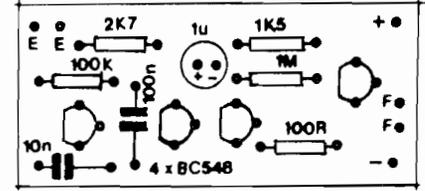

Fig.4
- FIG. 4 - "CHAPEADO" DA MONTAGEM - Na forma que sempre usamos em APE, as estilizações dos componentes sobre o lado não cobreado da placa permitem uma visão muito clara